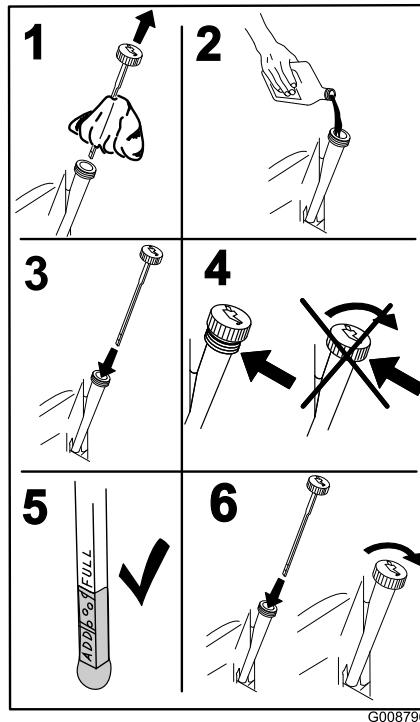

Figura 48
4. Vierta lentamente un 80% aproximadamente del aceite especificado por el tubo de llenado, luego añada lentamente el resto del aceite hasta que llegue a la marca de **Lleno** (Figura 48).